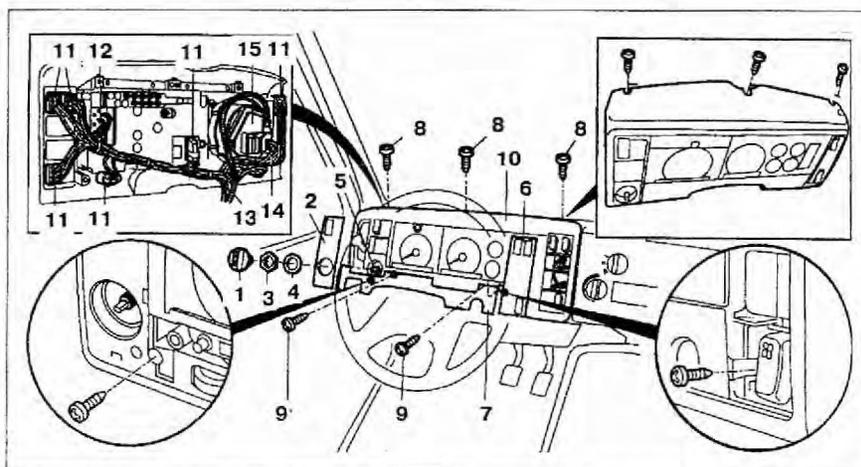

Рис. 8.1. Щиток приборов:
2. Извлеките ручку 1 выключателя света фар (рис. 8.1).